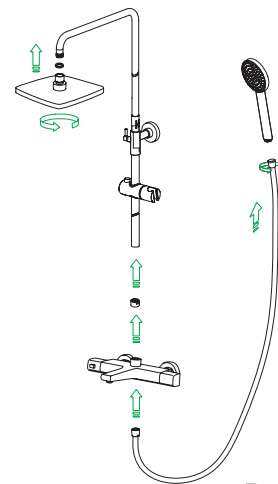

Рис. 8
8. Установите верхнюю душевую насадку, душевой шланг и ручную лейку. (рис. 8).